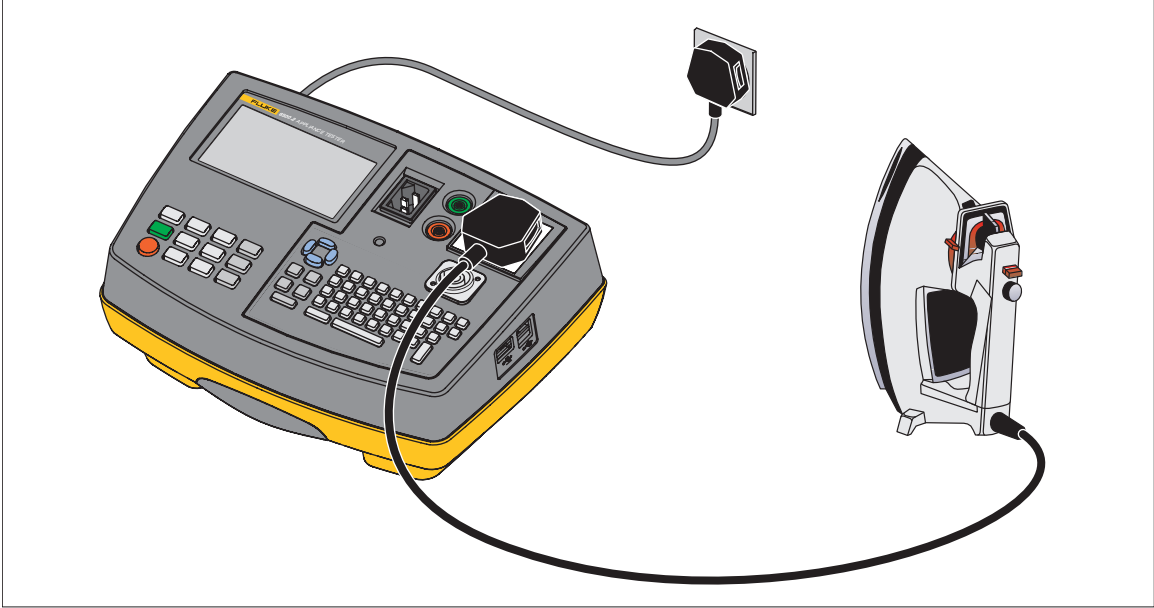
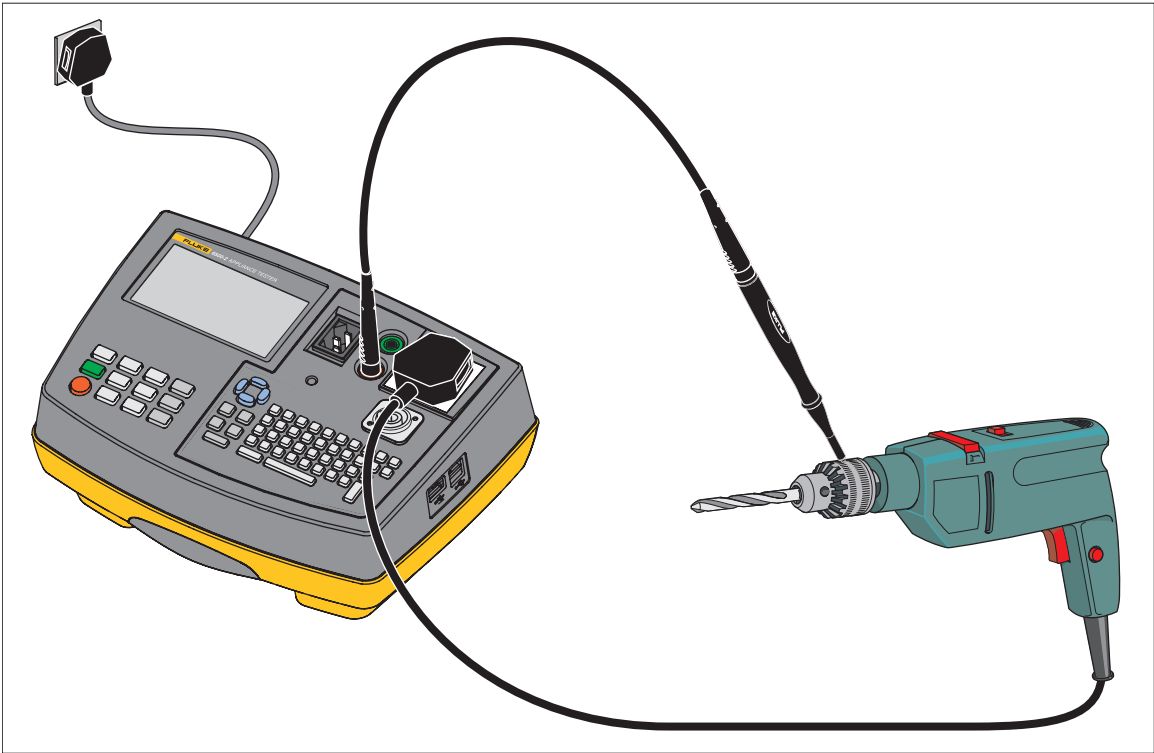

图 5. 替补泄露电流测试连接 I 类
图 6. 替补泄露电流测试连接 II 类
- 根据显示屏的指示连接电器和测试探头，请参见图 5 和图 6。